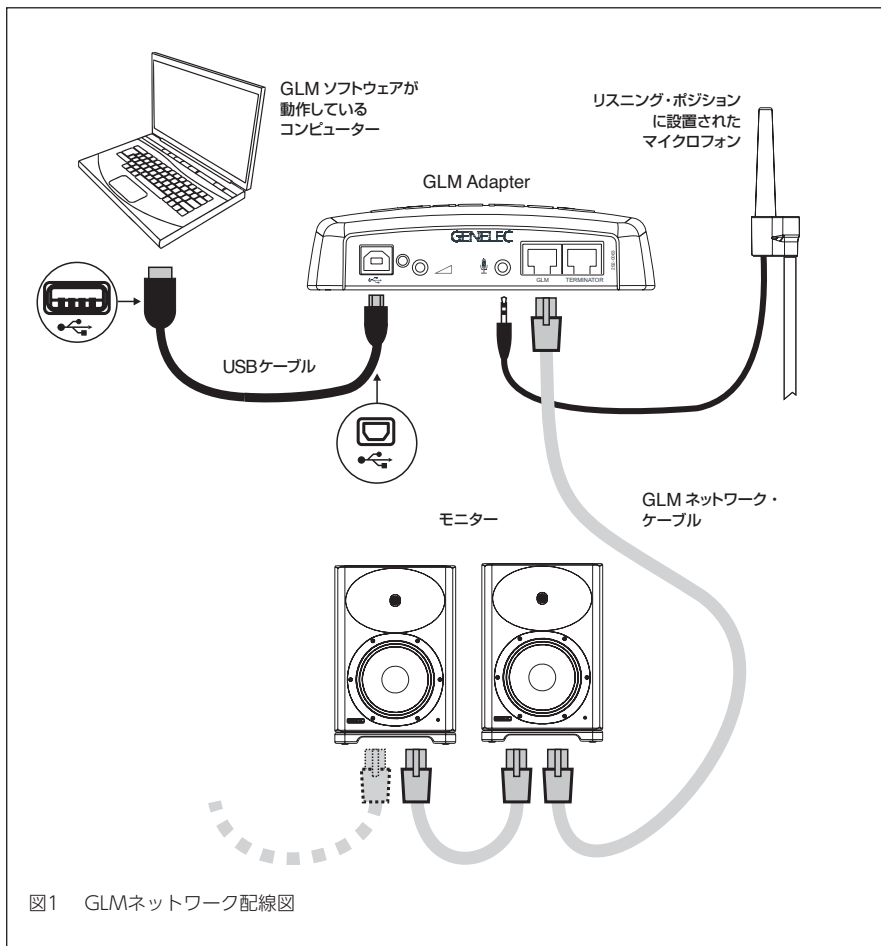

図1 GLMネットワーク配線図
1. 各モニター（またはサブウーファー）をCAT5（RJ45）以上のケーブルで接続し、最後にGLM AdapterのGLMネットワーク入力に接続します（図1参照）。